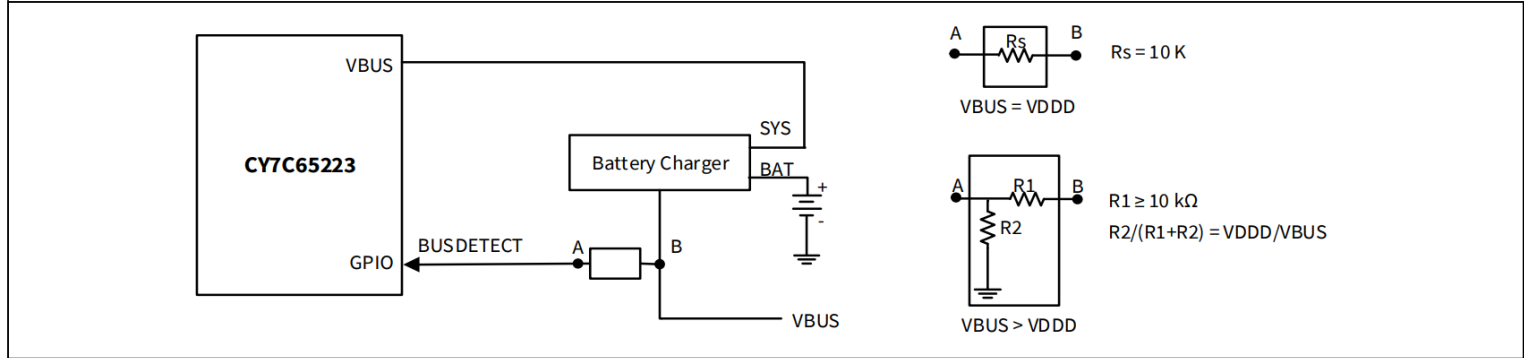
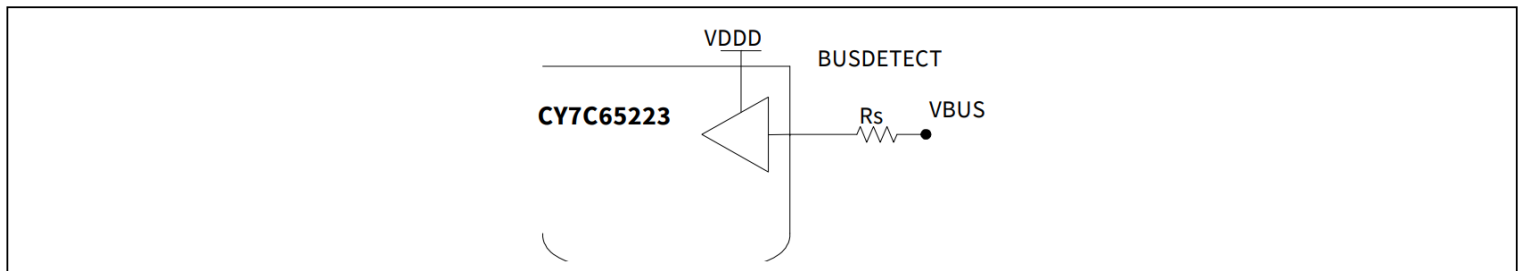
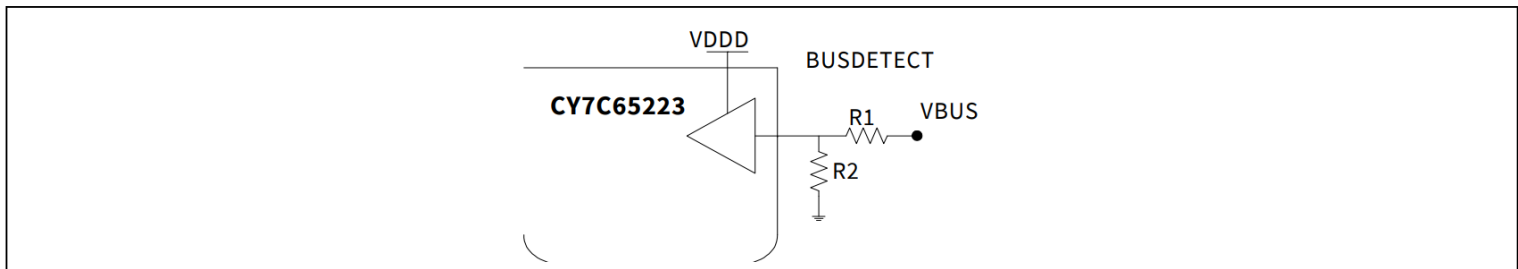

图 10 9 V 耐受电压
图 11 GPIO VBUS 检测，VBUS = VDDD
图 12 GPIO VBUS 检测，VBUS > VDDD
BUSDETECT	VBUS detection. Connect the VBUS to this pin through a resistor network for VBUS detection when using the BCD feature (refer to Figure 10 , Figure 11 , and Figure 12).
8. 请参阅图10、图11、图12和相应说明，了解如何处理VBUS过压保护(OVP)。
在电池充电器系统中，VBUS 上可能出现 9 V 的尖峰电压。CY7C65223 的 VBUS 引脚无法承受 6 V 以上的电压。如果 VBUS 线路上没有过压保护 (OVP)，则应使用电阻网络将 VBUS 连接到 BUSDETECT（已配置 GPIO），并将电池充电器的输出连接到 CY7C65223 的 VBUS 引脚，如图 10 所示。
当 VBUS 和 VDDD 处于相同电位时，可以使用串联电阻 (R_s) 将 VBUS 连接到 GPIO。如图 11 所示。如果充电器发生故障，VBUS 电压变为 9 V，则 10 kΩ 电阻将发挥两种作用。它减少流入 GPIO 中正向偏置二极管的电流，并降低焊盘上的电压。
当 $VBUS > VDDD$ 时，需要一个电阻分压器将 VBUS 电压降至 VDDD，以便 GPIO 检测 VBUS 电压（见 图 12）。电阻器的大小如下：